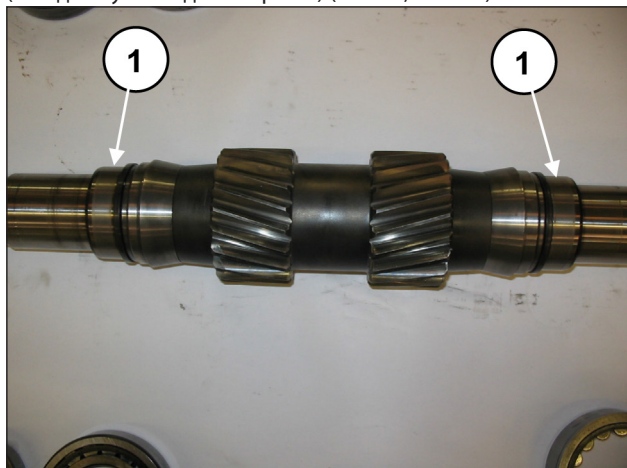

Рис. 52
Предварительно соберите вал BOM: наденьте на вал BOM 2 внутренних кольца подшипников (по одному с каждой стороны) (поз. ①, Рис. 52).